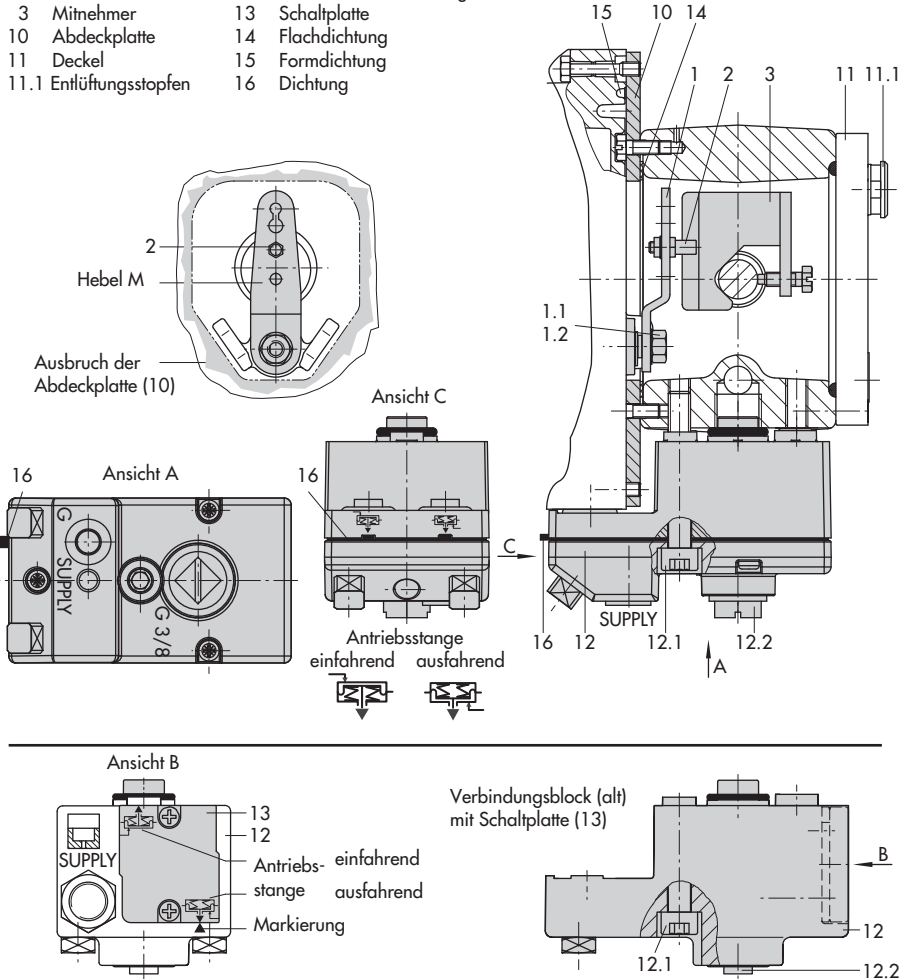

Bild 5 - Direktanbau – Stelldruckanschluss für Antrieb Typ 3277 mit 175, 240, 350, 700 und 750 cm²
Den Stellungsregler wie in Bild 5 dargestellt am Joch montieren. Der Stelldruck wird über den Verbindungsblock (12) auf den Antrieb geführt, bei Sicherheitsstellung „Antriebsstange ausfahrend“ intern über eine Bohrung im Ventiljoch und bei „Antriebsstange einfahrend“ durch eine externe Rohrverbindung.
1. Mitnehmer (3) an die Antriebsstange setzen, ausrichten und so festschrauben, dass die Befestigungsschraube in der Nut der Antriebsstange sitzt.
2. Abdeckplatte (10) mit schmaler Seite des Ausbruchs (Bild 5 links) in Richtung zum Stelldruckanschluss befestigen, die aufgeklebte Flachdichtung (14) muss zum Antriebsjoch zeigen.
3. Bei Antrieben mit 355/700/750 cm² am Hebel **M** (1) auf der Stellungsreglerückseite den Abtaststift (2) aus Stiftposition **35** lösen und in die Bohrung für Stiftposition **50** umsetzen und verschrauben.
6. Kontrollieren, ob die Zunge der Dichtung (16) seitlich am Verbindungsblock so ausgerichtet ist, dass das Antriebsymbol für „Antriebsstange ausfahrend“ bzw. „Antriebsstange einfahrend“ mit der Ausführung des Antriebes übereinstimmt. Andernfalls müssen die drei Befestigungsschrauben entfernt, die Deckplatte abgehoben und die Dichtung (16) um 180° gedreht wieder eingelegt werden. Beim alten Verbindungsblock (Bild 5 unten) muss die Schaltplatte (13) so gedreht werden, dass das entsprechende Antriebssymbol zur Pfeilmarkierung ausgerichtet ist.
7. Verbindungsblock (12) mit seinen Dichtungen an Stellungsregler und Antriebsjoch ansetzen und mit Befestigungsschraube (12.1) festziehen. Bei Antrieb „Antriebsstange einfahrend“ zusätzlich den Stopfen (12.2) entfernen und die externe Stelldruckleitung montieren.
8. Deckel (11) auf der Gegenseite montieren. Dabei unbedingt darauf achten, dass im eingebauten Zustand des Stellventiles der Entlüftungstopfen nach unten zeigt, damit evtl. angesammeltes Kondenswasser abfließen kann.